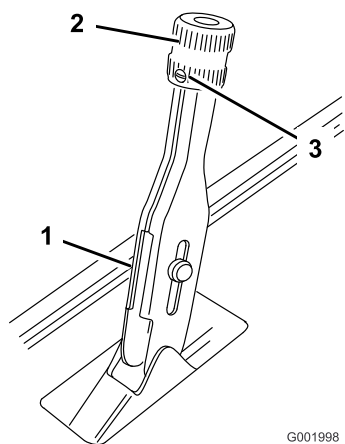

Figura 64
1. Desaperte o parafuso de afinação que fixa o manípulo à alavanca do travão de mão (Figura 64).